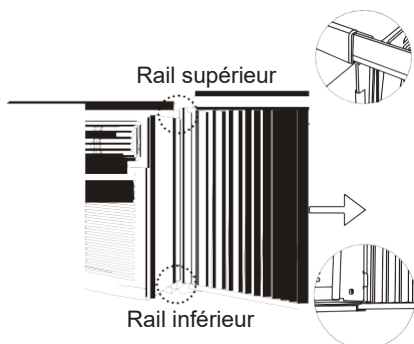

Fig. 3
C. Une fois le panneau installé sur le côté du caisson, assurez-vous qu'il est correctement fixé dans le canal du cadre de la fenêtre en l'ajustant légèrement. Faites glisser les extrémités supérieure et inférieure du cadre dans les rails supérieur et inférieur du caisson. Fig. 3.